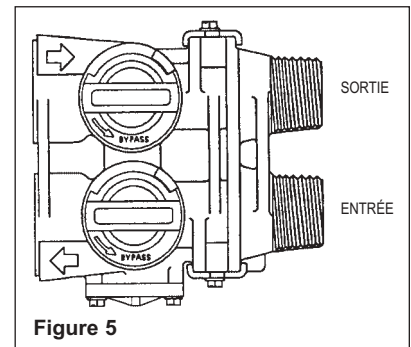

Figure 5
3. Coupez les conduites d'alimentation d'eau principale de façon à pouvoir rattacher la soupape de contrôle à la tuyauterie et installez la soupape de détournement (figure 5).